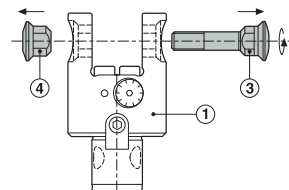

рис. 1
Снимите центральный винт (3) и гайку (4) (рис. 1)